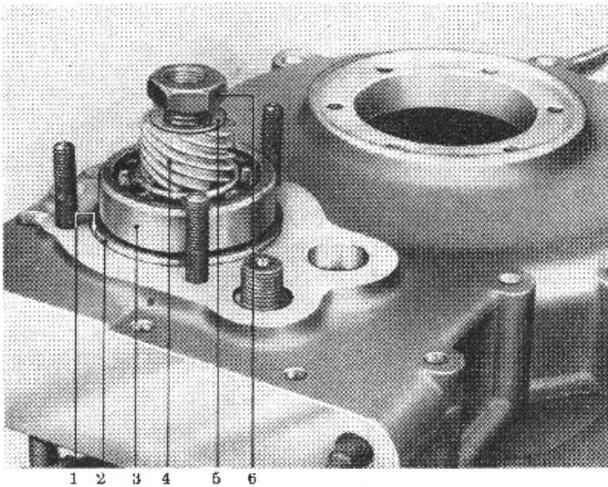

Bild G 30. Tacho-Antrieb montieren
- (1) Distanzscheibe (nicht sichtbar), (2) Zentrierscheibe, (3) Kugellager, (4) Schraubenrad für Tacho-Antrieb, (5) Blechsicherung, (6) Mutter
- (Bild G 30)